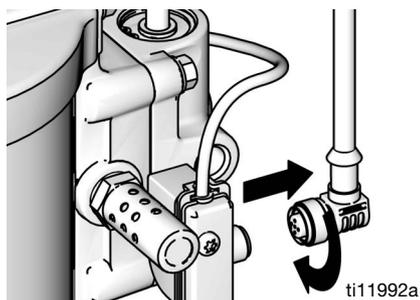

FIG. 18. Desconecte el DataTrak
1. Desatornille el cable de la parte trasera del conjunto del interruptor de láminas. Consulte la FIG. 18.